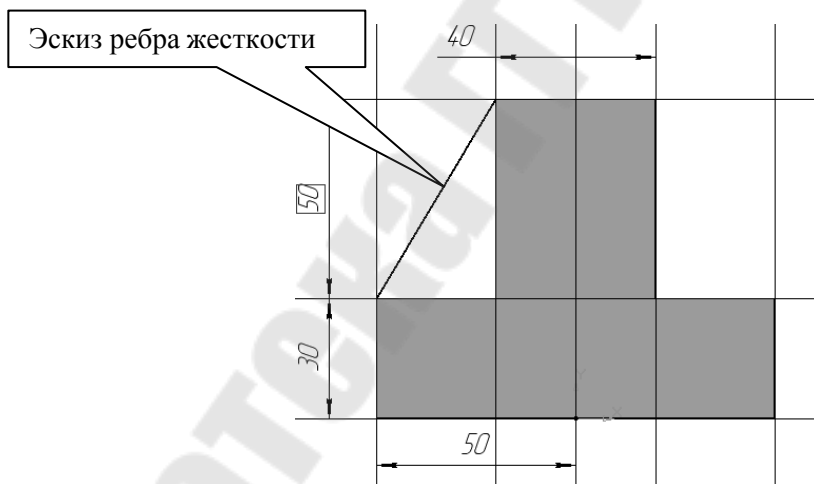

Рис. 83
4. Для построения ребер жесткости на фронтальной плоскости проекций построим эскиз (рис. 83), для которого предварительно сделаем вспомогательными прямыми разметку. Эскиз обязательно следует вычерчивать отрезком (тип линии – основная), вспомогательные прямые служат только для предварительных построений. Также удобно набрать вручную координаты концов требуемого отрезка.